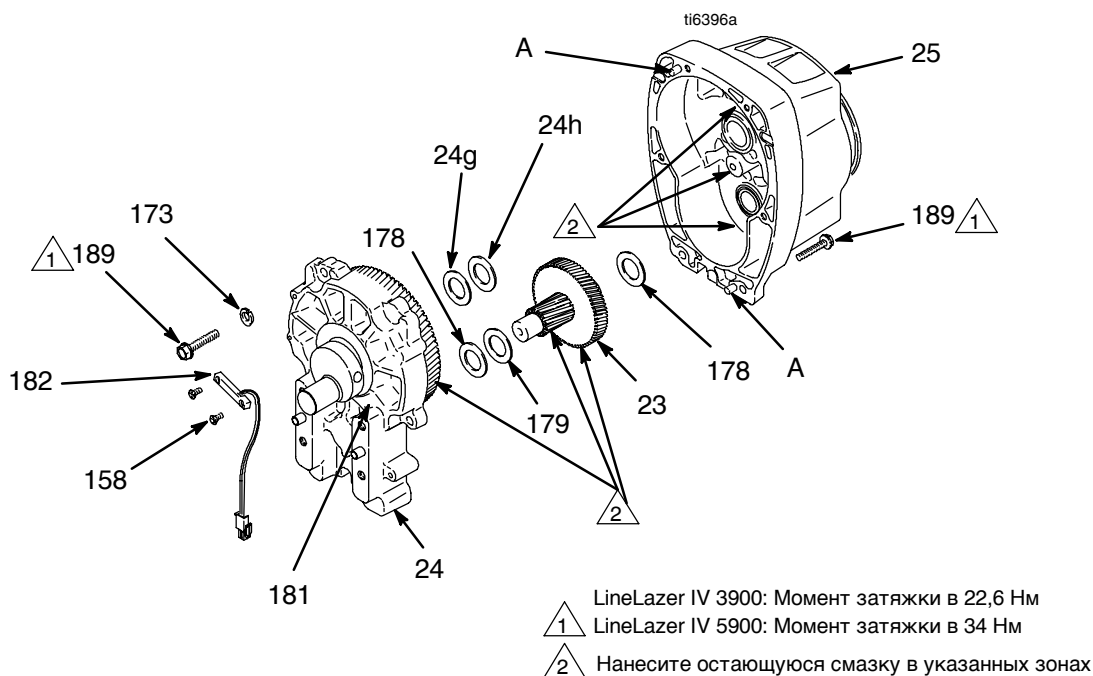

Рис. 3
2. См. Рис. 3. Снимите корпус подшипника. Выполните операции, описанные в разделе **Корпус подшипника и шатун** на стр. 11.
3. Выкрутите два винта (158) и снимите геркон (182).
4. Выкрутите шесть винтов (189) из корпуса шестерни (25).
5. Легкими ударами молотка по окружности корпуса привода (24) отделите его. Извлеките корпус привода непосредственно из корпуса шестерни. Будьте готовы подхватить блок шестерен (23), который также может отделиться.
1. Обильно набейте подшипниковой смазкой (поставляемой с запасным блоком шестерен) блок шестерен (23) и зоны, указанные в примечании 2.
2. Наденьте шайбу бронзового цвета (24g) на вал, выступающий из большого вала корпуса привода (24). Наденьте шайбу серебристого цвета (24h) на корпус шестерни. Очистите сопряженные поверхности корпусов шестерни и привода. Совместите шестерни, затем надвиньте корпус нового привода непосредственно на корпус шестерни с установочными штифтами (B).
3. Вкрутите шесть винтов (189). Поочередно затяните их в соответствии с примечанием 1 к Рис. 3.
4. Установите геркон (182) с помощью двух винтов (158).